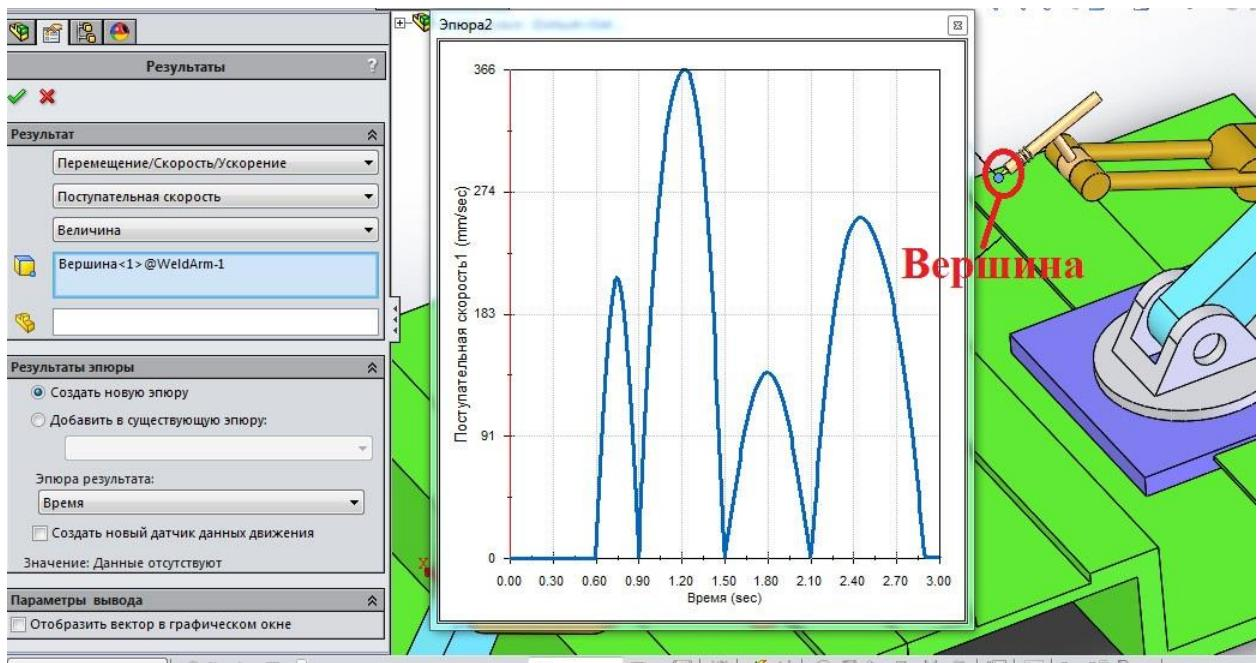

Рис. 18. Єпюра зміни швидкості
b. Виберіть вершину конічної частини електроду, як показано на рис. 18.